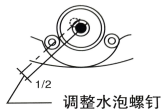

图11
- b. 用内六角扳手调整水泡螺钉，使水泡移至中心。(图 11)
- (3) 重复上述步骤，直至望远镜转至任何方向时圆水准泡始终处于中心。